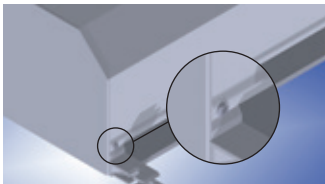

Bild 16
Schritt 1: Der Rollladenkasten kann über die Revisionsblende geöffnet werden. An der Unterseite des Rollladenkastens befindet sich links und rechts eine Schraube. Nach dem Lösen kann die Revisionsblende nach vorne aufgeklappt und entfernt werden (Bild 16 - 18).